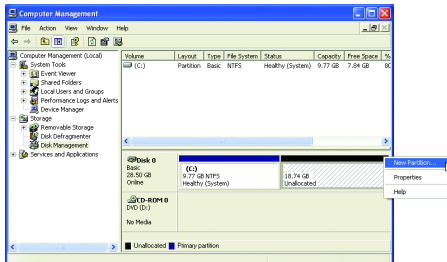

図 6
5. オペレーティングシステムをインストールする前にハードドライブを適切に分割していなかった場合、ハードドライブの空きスペースを使用して新しいパーティションを作成することができます (図 6、7)。ただし、**Disk Management** に示されたハードドライブのシステムパーティションに未割り当てのスペースがない場合、新しいパーティションを作成したり Xpress Recovery2 を使用することはできません。この場合、オペレーティングシステムを再インストールし、ハードドライブを再分割してください。